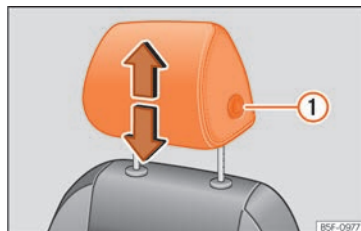
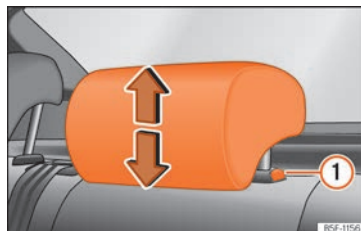

Fig. 129 Asiento delantero: regulación del apoyacabezas.
Fig. 130 Apoyacabezas trasero: regulación del apoyacabezas.
encajarlo en la posición deseada. Para bajarlo, haga la misma acción, pulsando el botón lateral ① » » fig. 129 » » fig. 130.
- Presione el botón lateral » » fig. 129 ① y extraiga el apoyacabezas.